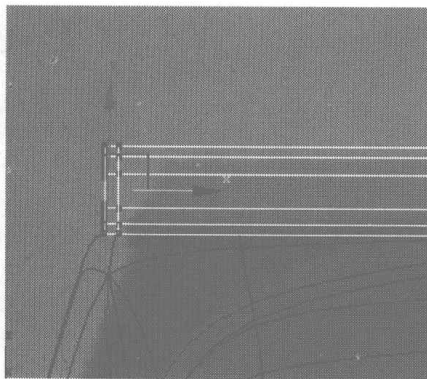
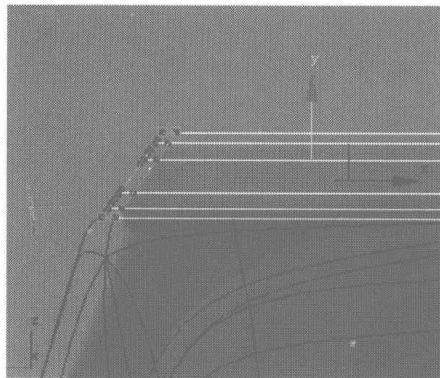

图 6.266
图 6.267
- 21** 在 Left 视图中选择如图 6.266 所示的节点，在 Modify 控制面板中的 Modifier List 选项栏中选择 FFD2 × 2 × 2 修改命令，在堆栈栏中打开 FFD2 × 2 × 2 层级，选择 Control Points 层级，在 Left 视图中调整节点，如图 6.267 所示。